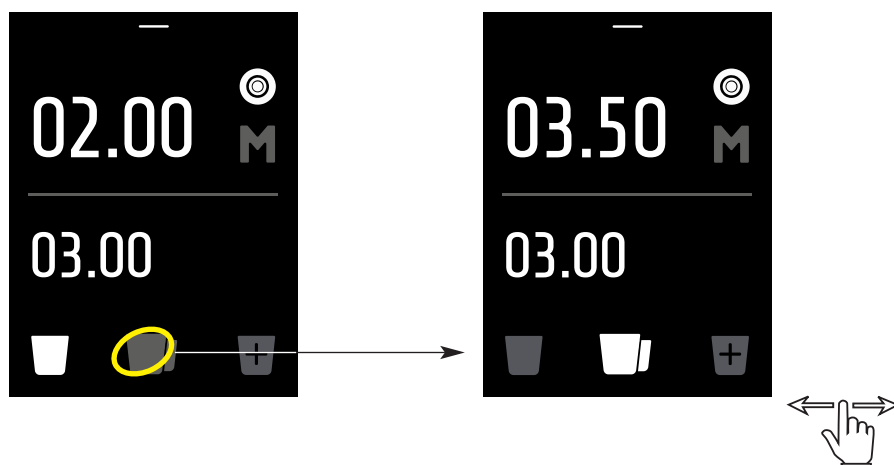

Abb. 5
- 3** Auf die Seite der gewünschten Portion (Einzelportion, Doppelportion oder Extraportion) zugreifen, indem das Seitensymbol (siehe Abb. 5) gedrückt wird **oder mit dem Finger über das Display gleiten, um die Seite zu wechseln**.